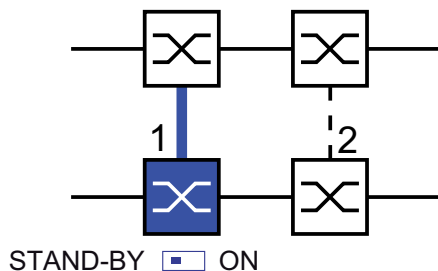

Abb. 15: Zwei-Switch-Kopplung
- ☐ Wählen Sie die „Zwei-Switch-Kopplung“ mit Hilfe des Dialog-Buttons mit der selben Grafik wie die untenstehende (siehe Abbildung 15).